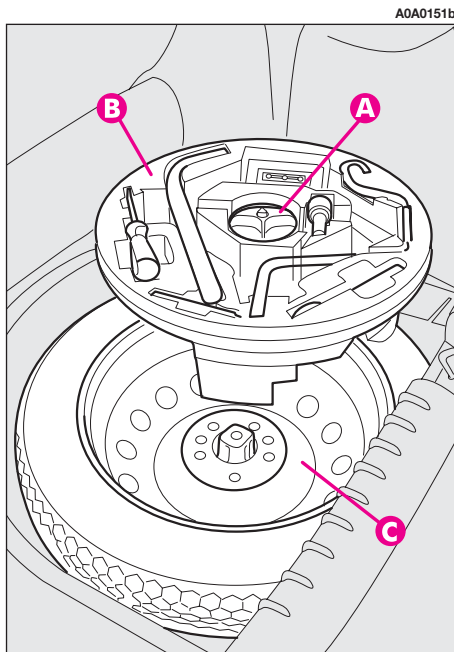

fig. 3
– Svitare il dispositivo di bloccaggio (**A-fig. 3**).
– sistemare il contenitore completo di attrezzi sul ruotino e fissare il tutto con il dispositivo di bloccaggio (**A-fig. 3**)